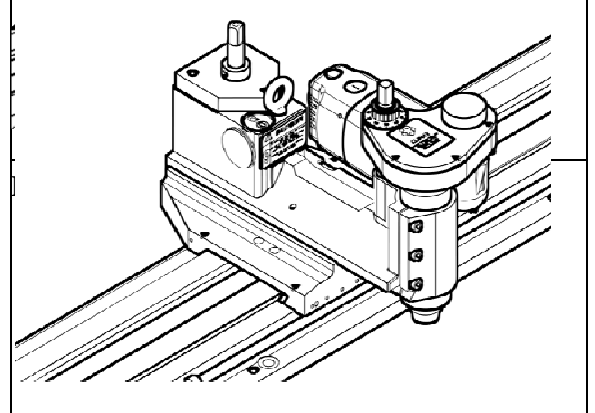

FIGURA 22 DESLIZADOR CON HUSO INTEGRAL WELDON
2. Un deslizador superior con huso integral Weldon (Figura 22).